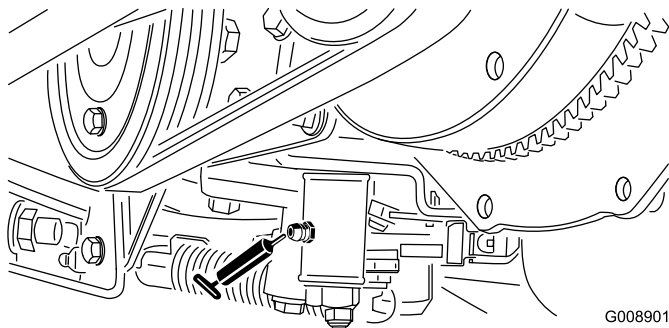

Bild 52
- Leerlaufeinstellung (Bild 52)